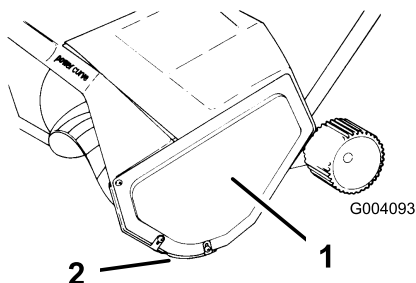

Figure 15
Remarque: Si vous ne parvenez pas à déposer l'arbre en tenant le rotor, déposez le capot gauche et le patin (Figure 15).
1. Retirez les 3 vis de fixation du capot gauche au châssis de la déneigeuse (Figure 15).
1. Retirez les 3 vis qui fixent le capot gauche et le patin au châssis de la déneigeuse (Figure 15).